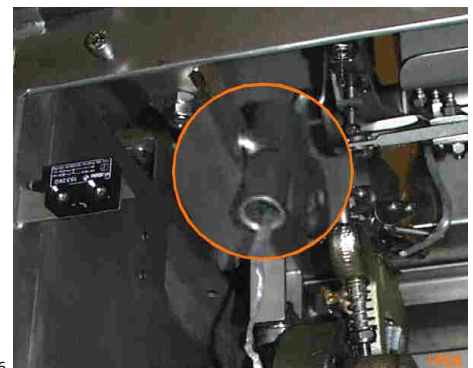

Abb. HF06
4. Führen Sie das Fadenende aus der Mitte der Bindfadenrolle durch die Fadenführungsöse (Abb. HF05) am elektrischen Schaltkasten und durch das Röhrchen am Abklemmhebel (Abb. HF06).